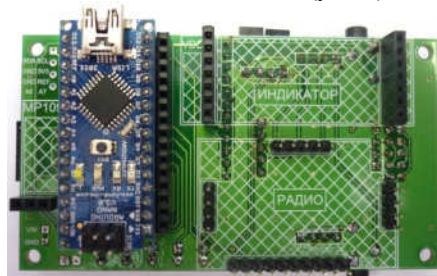

Рис. 4 Установка модуля микроконтроллерного
**Будьте внимательны:** установите модуль так, чтобы его USB-разъем находился на одной стороне с надписью «USB» на базовой плате (рис. 4).